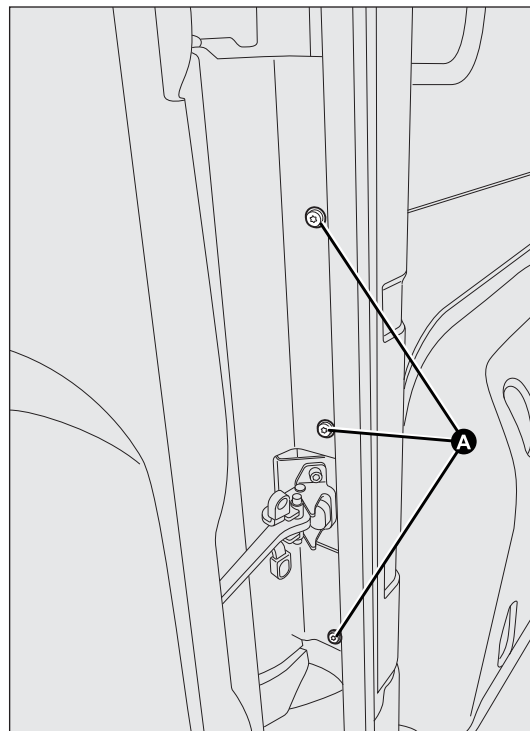

fig. 156
- ☐ afloje los tornillos de fijación A-fig. 156;